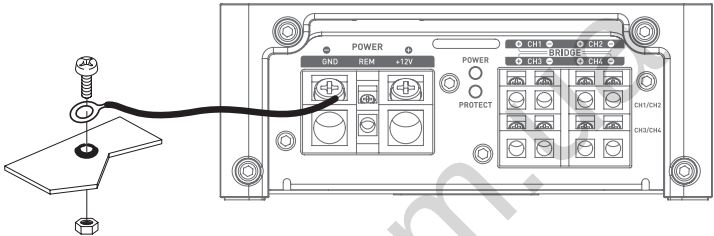

图 2
- 10 - 准备汽车底盘接地时，刮下金属表面上的任何涂料，以确保良好的接地。接地的配线应该越短越好，并且始终连接到焊接在车体或底盘的金属上（图2）。一般保留的接地点是连接电池负极端子与汽车底盘之间的连接点。
3.3.2 取一根负极 (-) 电源线。 此电缆应尽可能短，其长度最好不超过1米，方能确保放大器和车辆底盘之间的连接完美无误。电缆和其线规应符合上方表格所示（第3.1节）。找到合适的接地点后，磨去油漆或清漆的痕迹，以优化接触质量。打穿预先根据所选螺钉的直径打磨好的钢板，同时注意附近是否有任何油箱或其他敏感零件的电缆经过。 将随附的地线焊接至电缆引线上，并为其包上绝缘层（利用热缩护套管），然后将其连接至FPX放大器上（图2）。